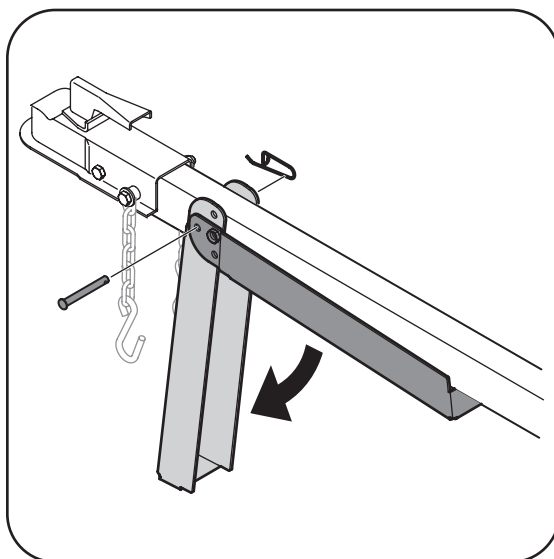

Figura 3-2
2. Coloque el gato ajustable a mitad de camino entre el soporte de la vigueta/ménsula del sujetador y extremo de lengüeta. Vea la Figura 3-2.